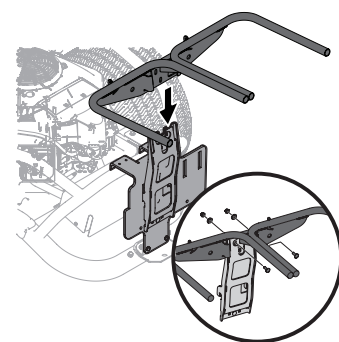

Figure 8
- Installez et fixez l'ensemble de support au support de fixation vertical à l'aide de deux boulons de carrosserie (710-0276), de deux rondelles coniques (736-0242) et de deux contre-écrous d'épaulement (712-04063) provenant de la trousse de matériel 689-01419. Consultez la Figure 8.